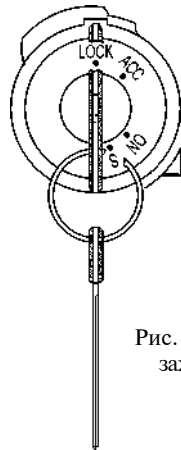

Рис. 3.4. Замок зажигания
**4 - замок зажигания (рис. 3.4);**
На рис. 3.4 изображен выключатель пуска двигателя, имеющий четыре положения: